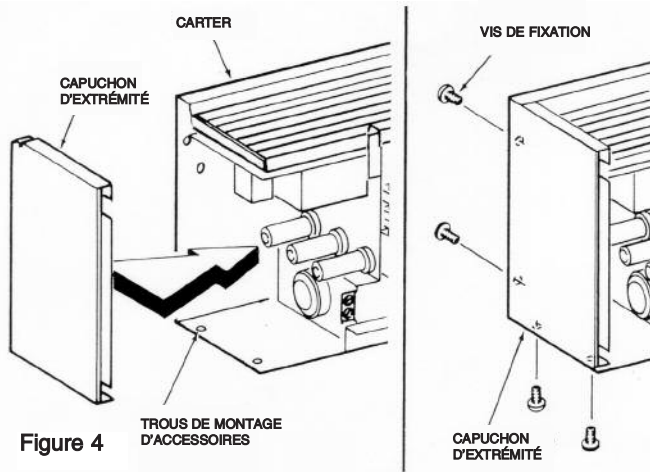

Figure 4
17. Avant la mise sous tension, assurez-vous que le couvercle frontal est bien installé sur le carter arrière, sur toute la longueur du radiateur – Voyez le Figure 4. Ne faites pas fonctionner un radiateur sans que son couvercle frontal soit en place.
3. Installez des capuchons d'extrémité (ils peuvent s'acheter séparément) aux deux bouts du carter de radiateur. Référez-vous à la Figure 4 pour les détails d'installation de ces capuchons.
6. Installez des capuchons d'extrémité (6) sur le bout extérieur du dernier radiateur (7) et (9) au moyen de quatre vis #6 fournies avec ces capuchons d'extrémité (Référez-vous à la Figure 4 pour les détails d'installation de ces capuchons).